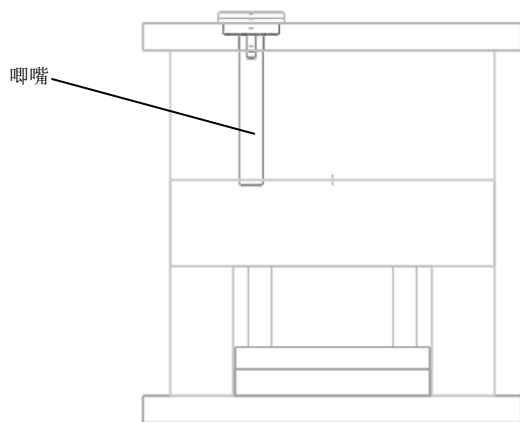

图 16-14 加载唧嘴
(13) 单击“确定”按钮，在模具装配图上加载唧嘴，如图 16-14 所示，与定位圈的位置重合。